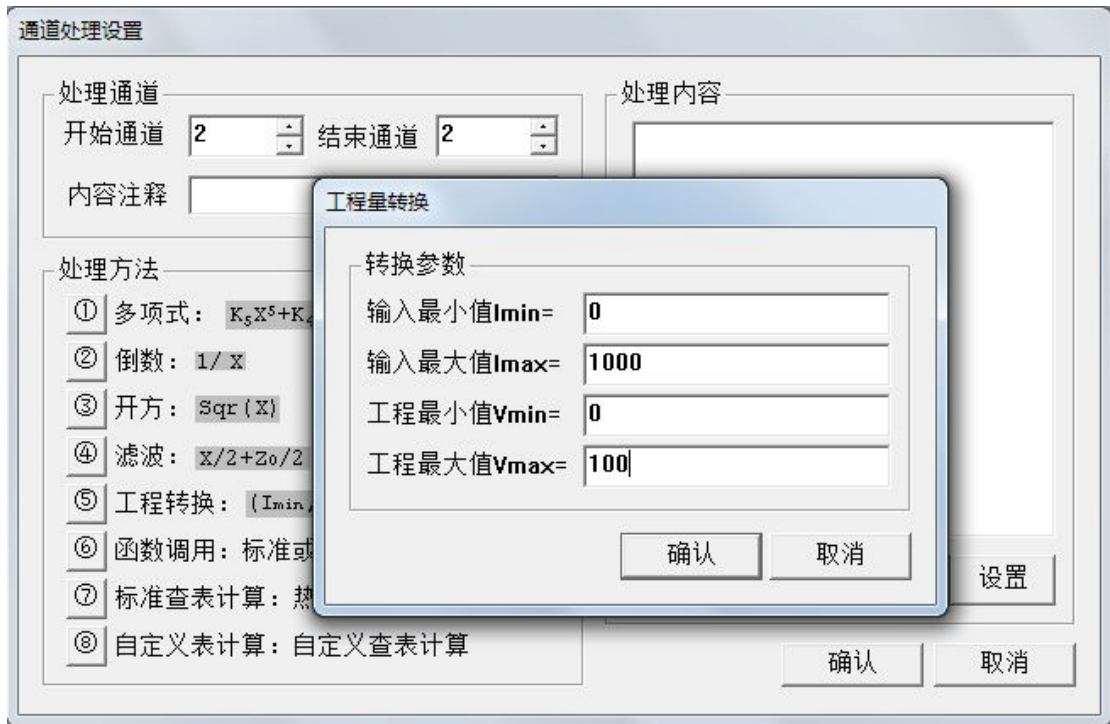

图 2-2-17
5、点击数据处理，根据返回数据的格式如小数点位数对数据值进行工程转换，例如返回数据是 513 245，513 代表数据类型及格式，转换成十六进制是 0x0201，说明后面的数值 245 代表湿度，含一位小数，然后工程转换时，将原数据 245 的小数点向左移一位，即 24.5，就代表真实的湿度值。如图 2-2-17 所示。